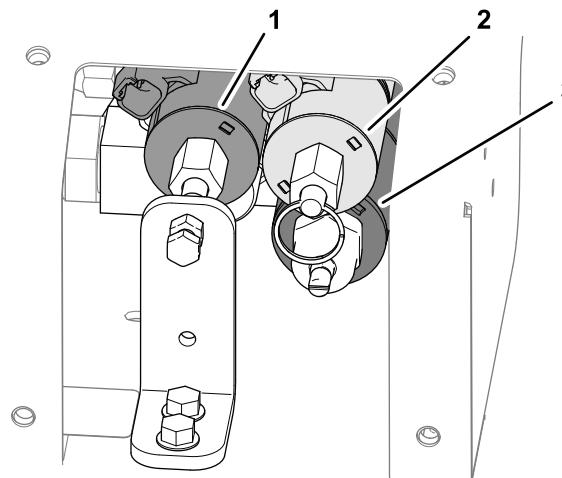

Figure 33
3. Localisez les 3 vannes de commande (Figure 33).